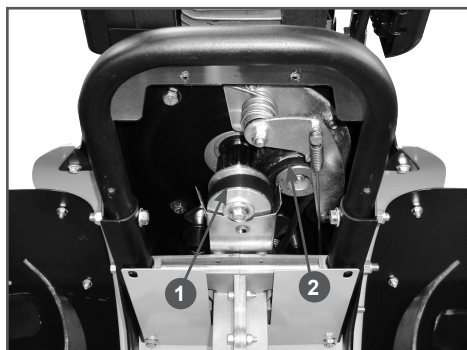

Рис. 26 Обслуживание ремня привода
4. Проверьте состояние ремней 1 и 2 (Рис. 26). Если ремни протерты, надорваны или заметны иные повреждения, немедленно замените их.